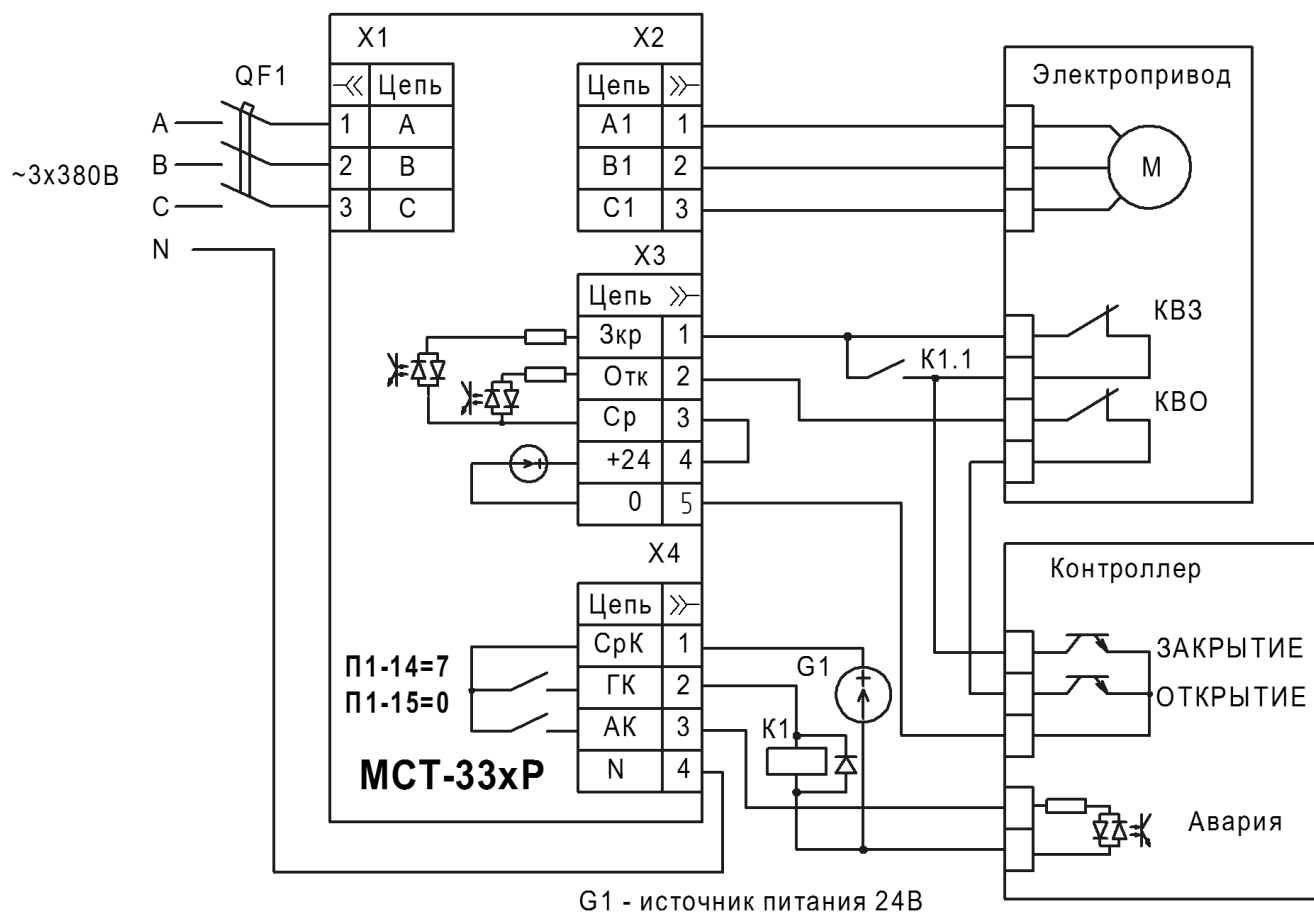

Рисунок 13 - Пример схемы подключения с функцией дожима задвижки
1.17.1 Настройка тока **П2-05, П2-06**, также используется для сигнала «реле токового дожима», который включается при работе ЭД на закрытие и отключается при превышении полного или активного тока уставок **П2-05, П2-06**. Сигнал должен быть назначен на реле «ГК» или «АК» (**П1-14, П1-15, значение [7]**). Данный сигнал через промежуточное реле может быть включен параллельно концевому выключателю закрытия (пример на рис. 13)